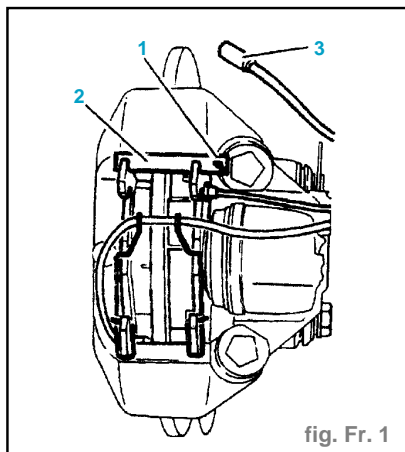

fig. Fr. 1
- Déposer (fig. Fr. 1) :
- l'épingle (1),
- la clavette (2).
- Placer (fig. Fr. 1) :
- rebrancher les fils des témoins d'usure (3).